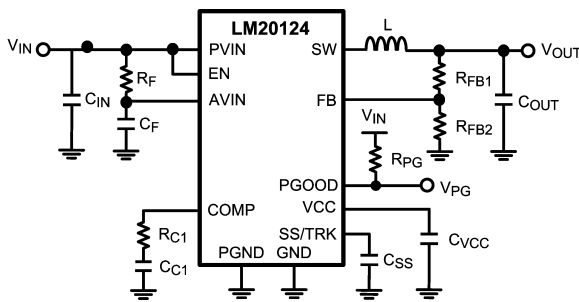

FIGURE 2. Typical Application Circuit
LM20124 は、できる限り少ない外付け部品で効率的な低電圧降圧レギュレータを実装するために必要なすべての機能を備えたスイッチング・レギュレータです。この使いやすいレギュレータは、2つのスイッチ素子を内蔵し、最大 4A の連続出力電流を供給できます。レギュレータは非線形スロープ補償によるピーク電流モード制御により、出力電圧範囲全体にわたり最適な安定性および過渡応答を実現します。ピーク電流モード制御は、入力電圧フィードフォワード、サイクルごとの電流制限、スロープ補償が簡単という特長を原理的に備えています。最大 96% の効率を達成すると同時に、1MHz 固定の動作周波数によりインダクタ・サイズを最小化します。高精度な内部電圧リファレンスにより、出力を 0.8V という低電圧に設定できます。そのほか、電流制限、サーマル・シャットダウン、オーバーボルテージ保護、シャットダウン機能を備えています。デバイスは放熱を助ける露出パッドを組み込んだ eTSSOP-16 パッケージで供給されます。5V または 3.3V バスから効率的に降圧する目的で、LM20124 は数多くのアプリケーションに適用することが可能です。LM20124 の一般的なアプリケーション回路は設計ガイドラインの Figure 2 に示しています。
この項では、全機能を有する電源の構築に必要な外付け部品の選定方法を段階を踏んで説明します。どのような DC/DC コンバータの設計であっても、効率、実装面積、性能が最適化のトレードオフになります。このセクションではこれらの設計条件について詳しく取り上げます。部品選定を簡易化するために、下の Figure 2 に示す回路を参考として使用します。特記のない限り、すべての式において単位は電流をアンペア (A)、容量をファラッド (F)、インダクタンスをヘンリー (H)、電圧をボルト (V) とします。
PVIN と AVIN の間に高周波数 RC フィルタが必要となります。これらの部品は Figure 2 に  $C_F$  および  $R_F$  として示されています。 $R_F$  に必要な値は 1 です。 $C_F$  は必ず使用してください。 $C_F$  の推奨値は 1.0 $\mu$ F です。フィルタ・コンデンサ  $C_F$  は、AVIN と AGND を直接接続し、可能な限り IC の近くに配置してください。このとき、 $C_F$  には X5R や X7R など、適切なセラミック・コンデンサを選択すべきです。